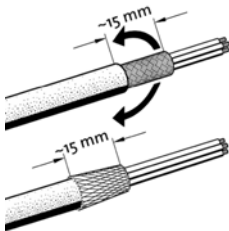

Fig. 14: Påläggning av kabelskärmar på EMV-kabelförskruvningarna (SC...FC WM)
**Påläggning av kabelskärmar på EMV-kabelförskruvningarna (SC...FC WM): se fig. 14–16.**